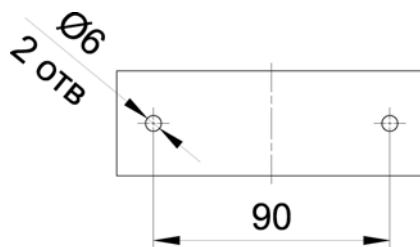
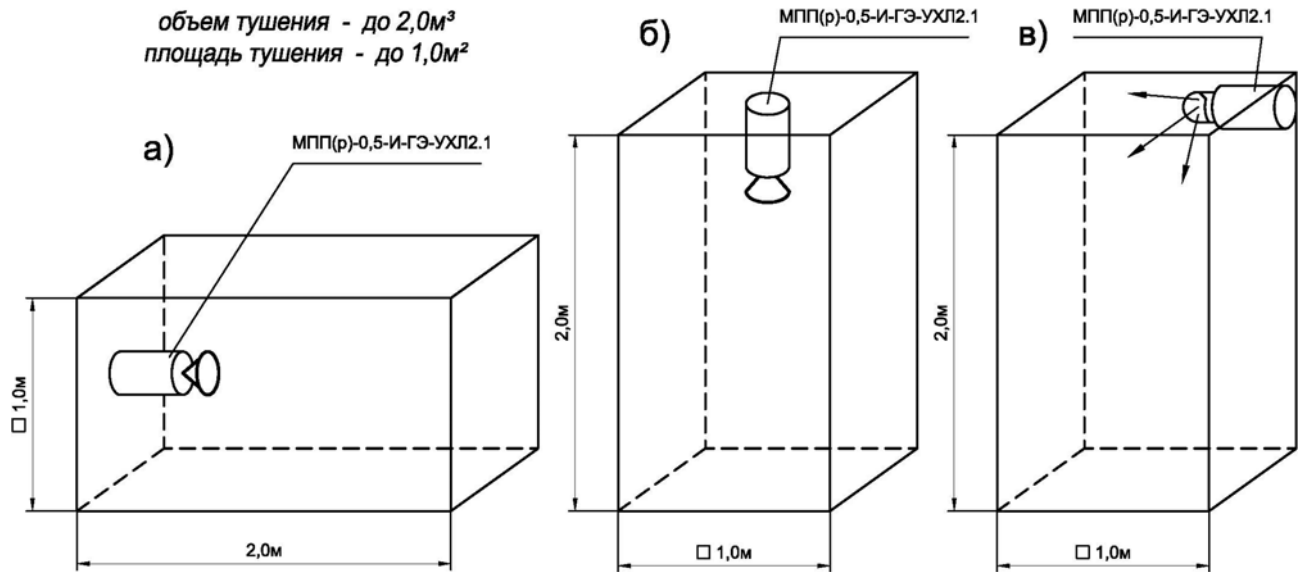

Рисунок 1.2. Расположение отверстий крепления в кронштейне модуля.
Рисунок 3. Размещение модулей в защищаемом пространстве.
- 6.1 Вынуть модуль из упаковки и произвести визуальный осмотр на предмет выявления дефектов корпуса, мембраны, распылителя и целостности пломбовых наклеек. Проверить комплектность. С помощью кронштейна установить модуль в верхней части защищаемого объекта. Расположение отверстий крепления для установки кронштейна модуля см. рис. 1.2. Крепление модуля на объекте может осуществляться с направленностью насадка-распылителя под любым углом. При защите площадей в помещениях модули устанавливаются выпускным насадком вертикально вниз на высоте $2,0\pm 0,5\text{м}$. При необходимости установки модулей горизонтально (кабельные каналы, лотки и т.п.) модули размещают с шагом 2,0м при условии их размещения в одном направлении подачи огнетушащего порошка или 4,0м при условии встречного направления подачи. Размещение и крепление модулей «БУРАН-0,5(шж4Т)» и «БУРАН-0,5(шм4Т-2СТ)» в отсеках транспортных средств производить по согласованию с организацией-разработчиком и эксплуатирующей организацией. Схемы размещения модуля в защищаемом пространстве и масштабное изображение области, в которой достигаются условия тушения, показаны на рис. 3.